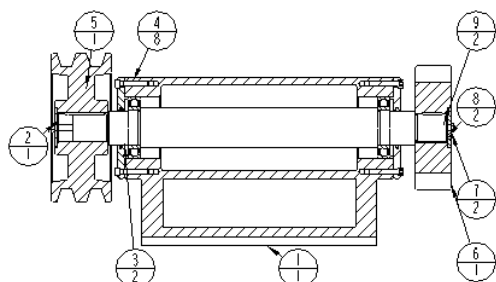

图 7.7.11 修改 BOM 球标类型
Step2. 选取 BOM 表重复区域, 在弹出的 **▼ BOM BAL TYPE (BOM球标类型)** 菜单中选择 **With Qty (带数量)** **→** **Done/Return (完成/返回)** 命令, 原有 BOM 球标修改为带数量的球标, 结果如图 7.7.11 所示。